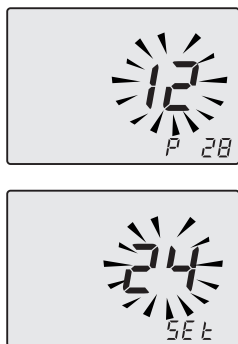

Figura 9.4
- Utilizzando i tasti 18 o 19 è possibile modificare il valore del parametro 28 da **00** mesi a **48** mesi. È permesso il valore **99** che disabilita la richiesta di manutenzione. Nel display si alternano le scritte **P28 - SET** (Figura 9.4).